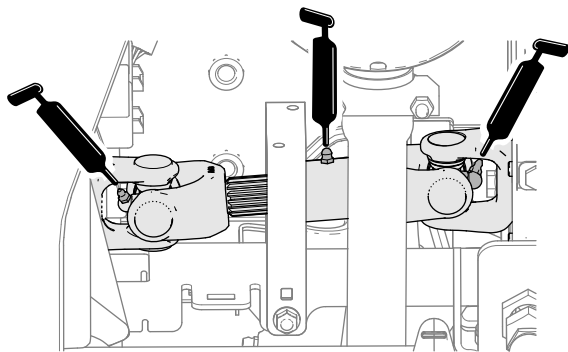

Figura 106
- Articulația cardanică a arborelui de transmisie al pompei (3) (Figura 106)